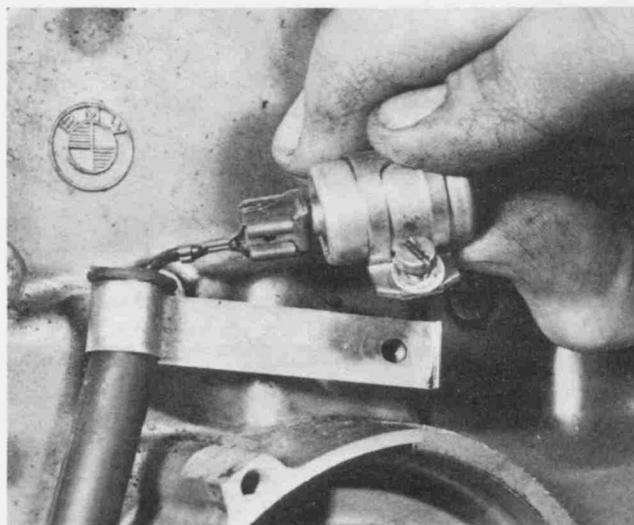

Bild 231
- Die beiden Kabel zum Kondensator abziehen, die Linsen-Schlitzschrauben herausdrehen und Federling, Kondensator und Halteklammer abnehmen. Sicherstellen, dass der Kondensator nach dem Wiederaufbau gute Masseverbindung hat (Bild 231).